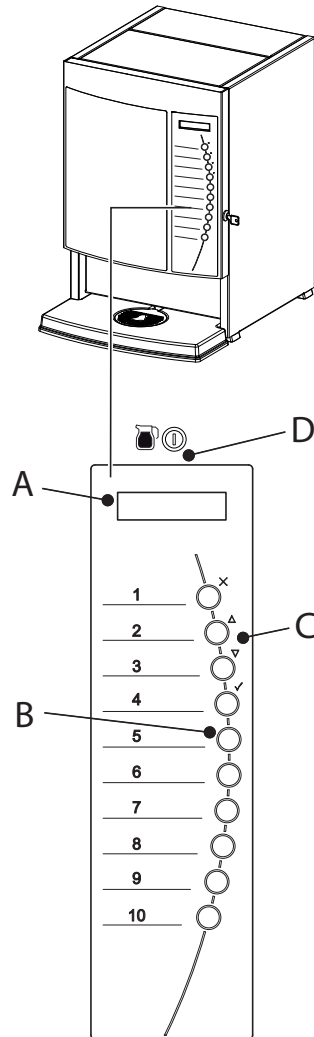

Abb. 21
- Das Bedienungsfeld an der Vorderseite (Abb. 21) ist für den normalen täglichen Gebrauch bestimmt.